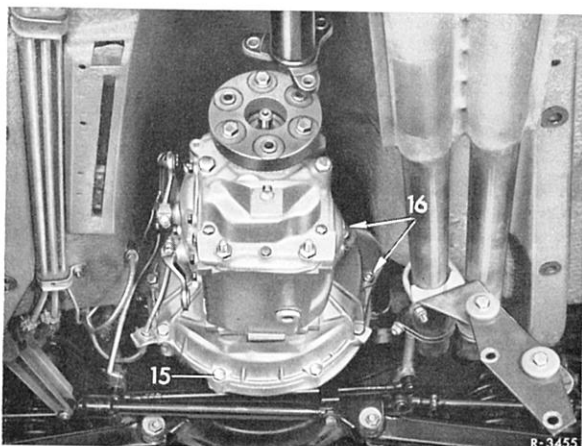

Bild 26–1/9
10 Befestigungsmutter (11) für den Querträger mit Gummilager am Getriebe abschrauben und Querträger mit Gummilager abnehmen (Bild 26–1/8).